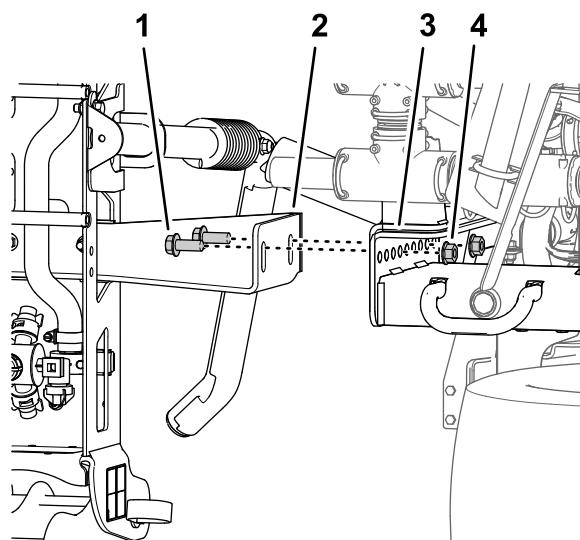

图45
- 拆下将中间喷洒段的支撑托架固定至机器机架安装板的 4 个凸缘头螺栓 1/2 x 1-1/4 英寸和 4 个凸缘锁紧螺母 1/2 英寸然后从机器上拆下中间喷洒段 图45。